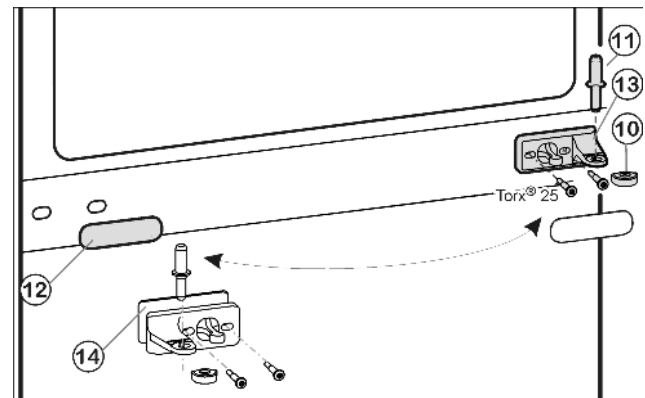
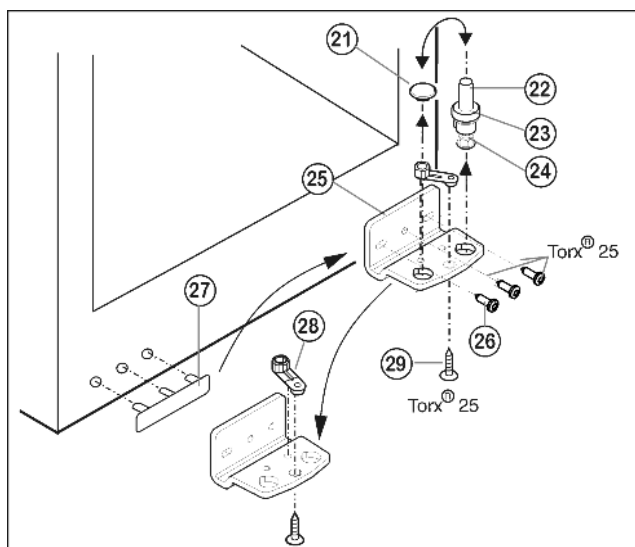

Fig. 5
Fig. 6
- Retirer le pivot central Fig. 5 (11) de sa charnière et de la porte inférieure.
- Retirer le capuchon en plastique Fig. 5 (10).
- Dévisser le support d'appui du milieu Fig. 5 (13) (2 Torx® 25).
- Retirer avec précaution le panneau-cache Fig. 5 (12).
- Visser le support d'appui du milieu Fig. 5 (13) avec le support pivoté Fig. 5 (14) de 180° sur le nouveau côté charnière (avec 4 Nm).
- Encliqueter de nouveau le panneau-cache *Fig. 5 (12)* tourné de 180° sur le nouveau côté poignée.
- Dévisser le pivot *Fig. 6 (22)* complètement avec le disque *Fig. 6 (23)* et le pied réglable *Fig. 6 (24)* vers le haut.
- Enlever le bouchon *Fig. 6 (21)*.
- Dévisser *Fig. 6 (26)* le support d'appui *Fig. 6 (25)*.
- Dévisser l'élément pivotant *Fig. 6 (28)* et le permuter dans le trou opposé du support d'appui.
- Soulever le cache côté poignée *Fig. 6 (27)* avec précaution et le positionner sur le côté opposé.
- Revisser à fond le support d'appui *Fig. 6 (25)* sur le nouveau côté charnière en utilisant une visseuse sans fil si nécessaire, avec un couple de serrage de 4 Nm.
- Replacer le bouchon *Fig. 6 (21)* dans l'autre trou.
- Replacer le pivot *Fig. 6 (22)* complètement avec le disque et le pied réglable. Faire attention à ce que les ergots d'encliquetage soient tournés vers l'arrière.
- Placer la porte supérieure par le haut sur le pivot inférieur *Fig. 6 (22)*.
- Remettre le capuchon en plastique *Fig. 5 (10)* sur le support d'appui central *Fig. 5 (13)*.
- Placer le pivot du milieu *Fig. 5 (11)* sur le nouveau côté charnière à travers le support d'appui central *Fig. 5 (13)* dans la porte inférieure.
- Placer la porte supérieure sur le pivot du milieu *Fig. 5 (11)*.
- Aligner éventuellement les portes à la carrosserie grâce aux deux trous longitudinaux dans le support d'appui inférieur *Fig. 6 (25)* et le support d'appui central *Fig. 5 (13)*. Pour cela, dévisser la vis centrale du support d'appui inférieur *Fig. 6 (25)*.